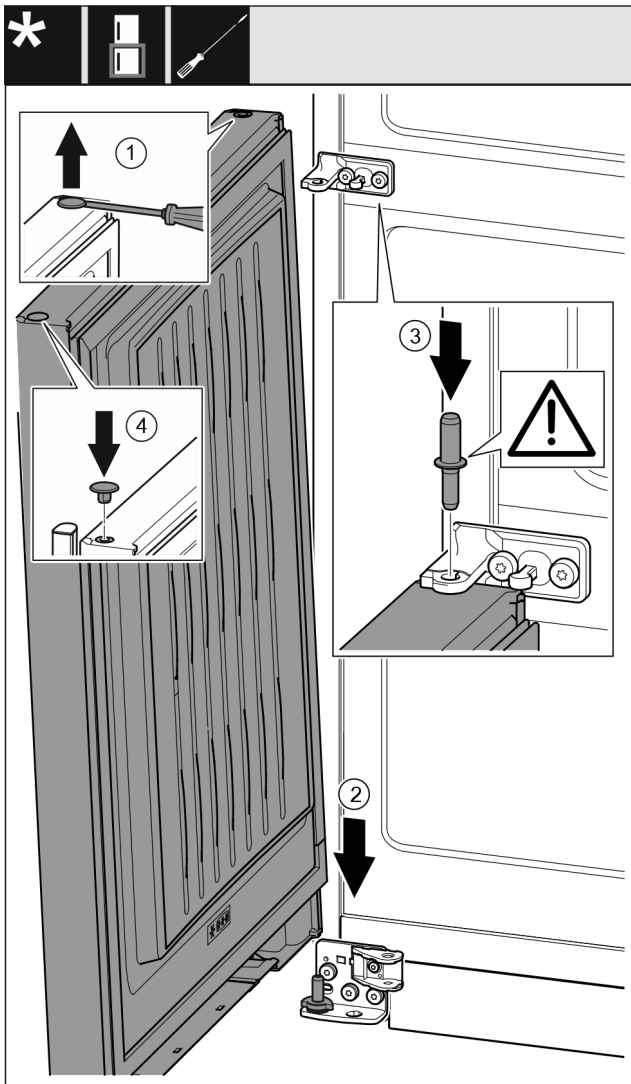

Fig. 52
- Stopfen Fig. 52 (1) vorsichtig mit einem Schlitzschraubendreher anheben und herausziehen.
- Tür Fig. 52 (2) von oben auf den unteren Lagerbolzen aufsetzen.
- Lagerbolzen Mitte Fig. 52 (3) durch Lagerbock Mitte in die untere Tür einsetzen. Dabei darauf achten, dass der Rastnocken nach hinten zeigt.
- Stopfen Fig. 52 (4) auf der anderen Türseite wieder einsetzen.